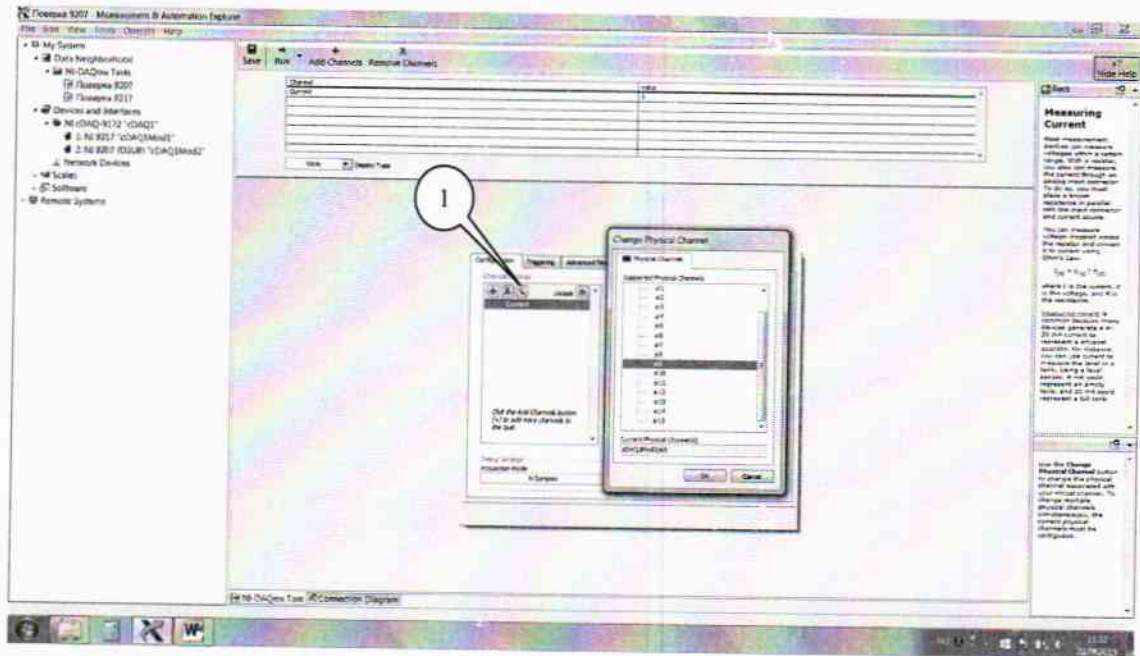

Рисунок 14.
7.4.7 Выполнить операции по п.п. 7.4.4 - 7.4.6 для каждого из выходных каналов модуля. Для переключения каналов (рисунок 14) нажать кнопку (1), выбрать требуемый канал и нажать кнопку «ОК».